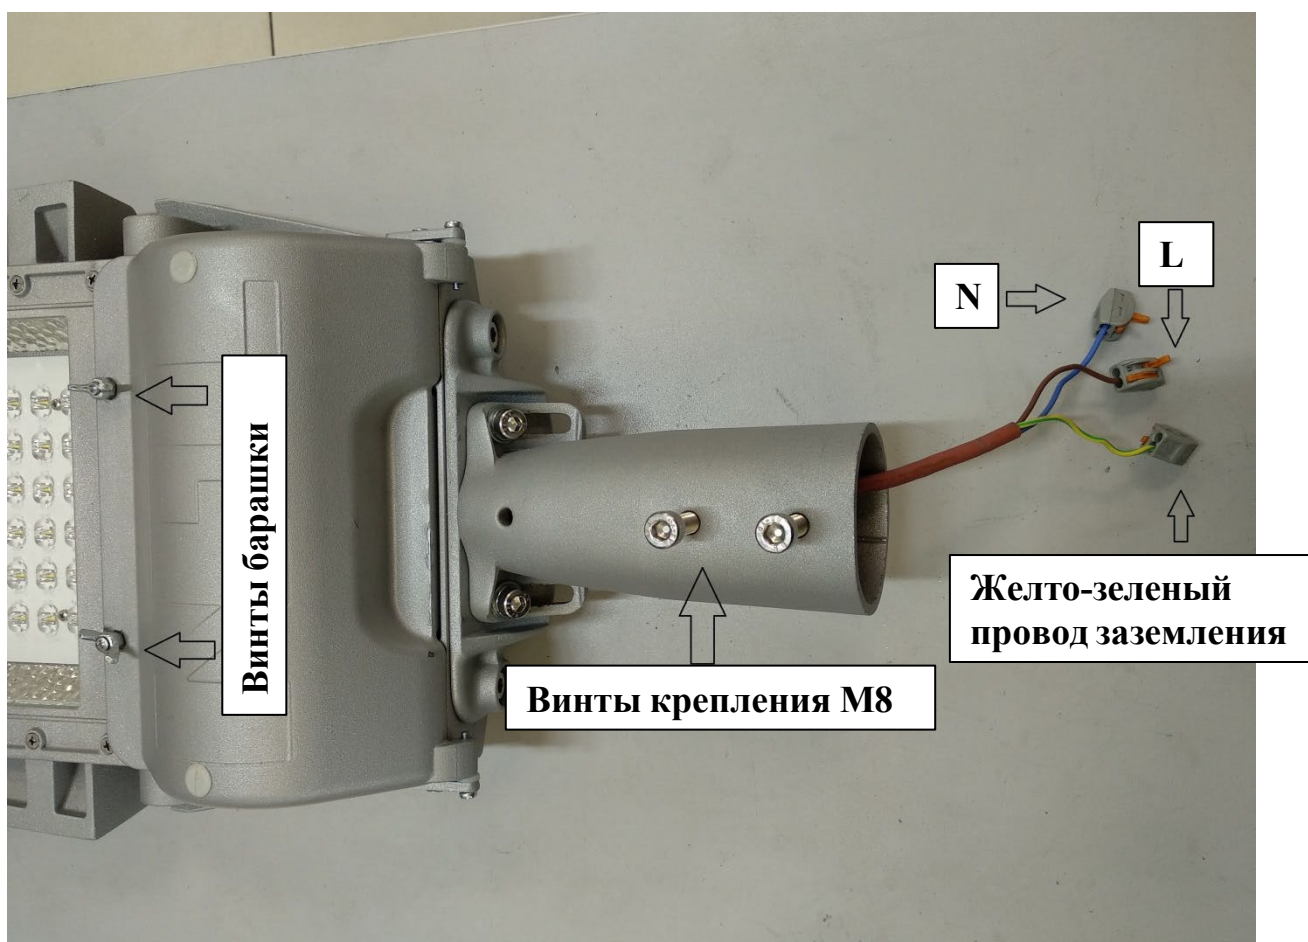

Рис.3
При необходимости обеспечивается быстрая замена источников питания на месте установки без отключения общей сети ~220В (см. Рис.3). Для этого открутите винты-барашки на крышке отсека блоков питания; обесточьте светильник, разъединив разъем ~220 В; ослабьте планку прижимающую неисправный источник; отсоедините источник от разъема питания и замените источник, установите планку на место, закройте крышку .
- 8.2 Подключите светильник к сети ~220В с помощью кабеля питания (см. Рис.3).
- 8.3 Закрепите светильник на опоре двумя винтами М8 поворотного устройства (см. Рис.3). **При установке светильника на опору следить за тем, чтобы силовой кабель не был пережат.**
2. Открутить винты барашки (см. Рис.3) и открыть крышку.